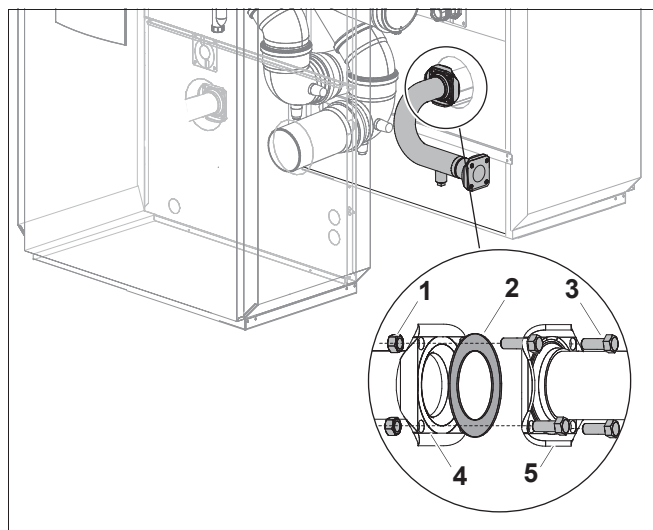

Рис. 9 Подключение трубы обратной линии к первому котлу
- Установите уплотнение (рис. 9, [2]) на обратную линию отопительного котла.
- Соедините фланец трубы обратной линии (рис. 9, [5]) с фланцем обратной линии на котле (рис. 9, [4]) четырьмя болтами (рис. 9, [3]) и гайками (рис. 9, [1]).